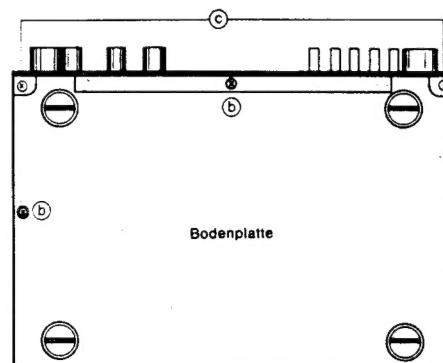

Abb. 2
1. Die Schrauben (5) auf Abb. 2 und 3 herausdrehen.
1. Die Schrauben (6) herausdrehen (Abb. 2 und 3).